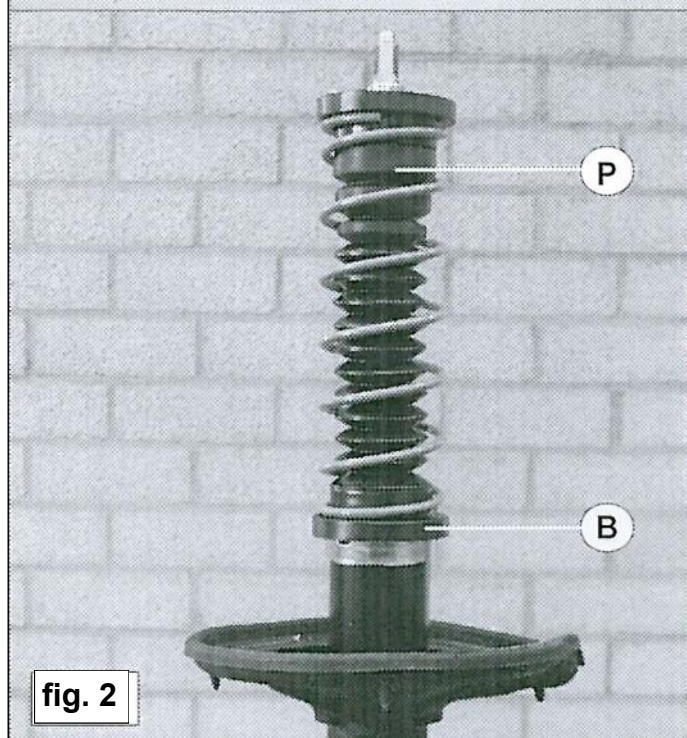

fig. 2
4. Monteer de voor-geassembleerde kit. met de buffer **P** aan de bovenzijde. Schotel **B** valt over de ring van de schokdemper, zie fig. 2.
4. Fit the pre-assembled spring kit. The buffer **P** should be on top and spring seat **B** should stand on top of the shock absorber housing. See fig. 2.
4. Montieren Sie den vormontierten Federsatz mit dem Anschlaggummi **P** an der Oberseite. Der Federteller **B** fällt über den Ring des Stoßdämpfers, siehe Abb. 2.
4. Placez le kit d'attache de ressort préassemblé, le tampon **P** sur le dessus. Le patin de ressort **B** doit être au-dessus de l'ancrage d'amortisseur, voir fig. 2.